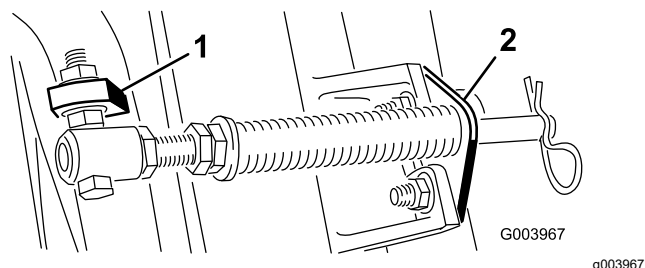

Figura 5
- D. Monte o suporte da barra nos separadores da unidade de corte com os parafusos e porcas da carroçaria (Figura 5).